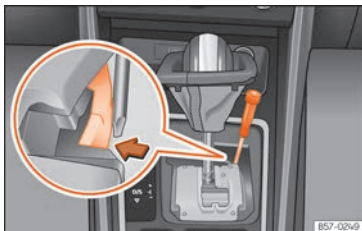

Fig. 90 Maneta selectorului de: deblocare manuală în poziția parcare.
- Utilizând o șurubelniță cu capul plat, țineți apăsată în lateral cleva galbenă » » » **fig. 90**.